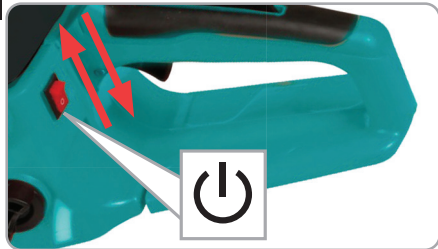

Fig.9
- Apasati comutatorul pe pozitia PORNIT (fig.9).